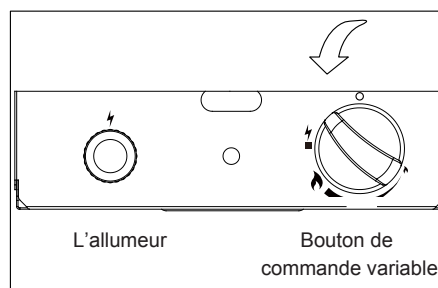

Figure 1
3. Pousser le bouton de contrôle et tourner dans le sens contraire des aiguilles d'une horloge dans la position "PILOTE" (⚡). (Figure 1)